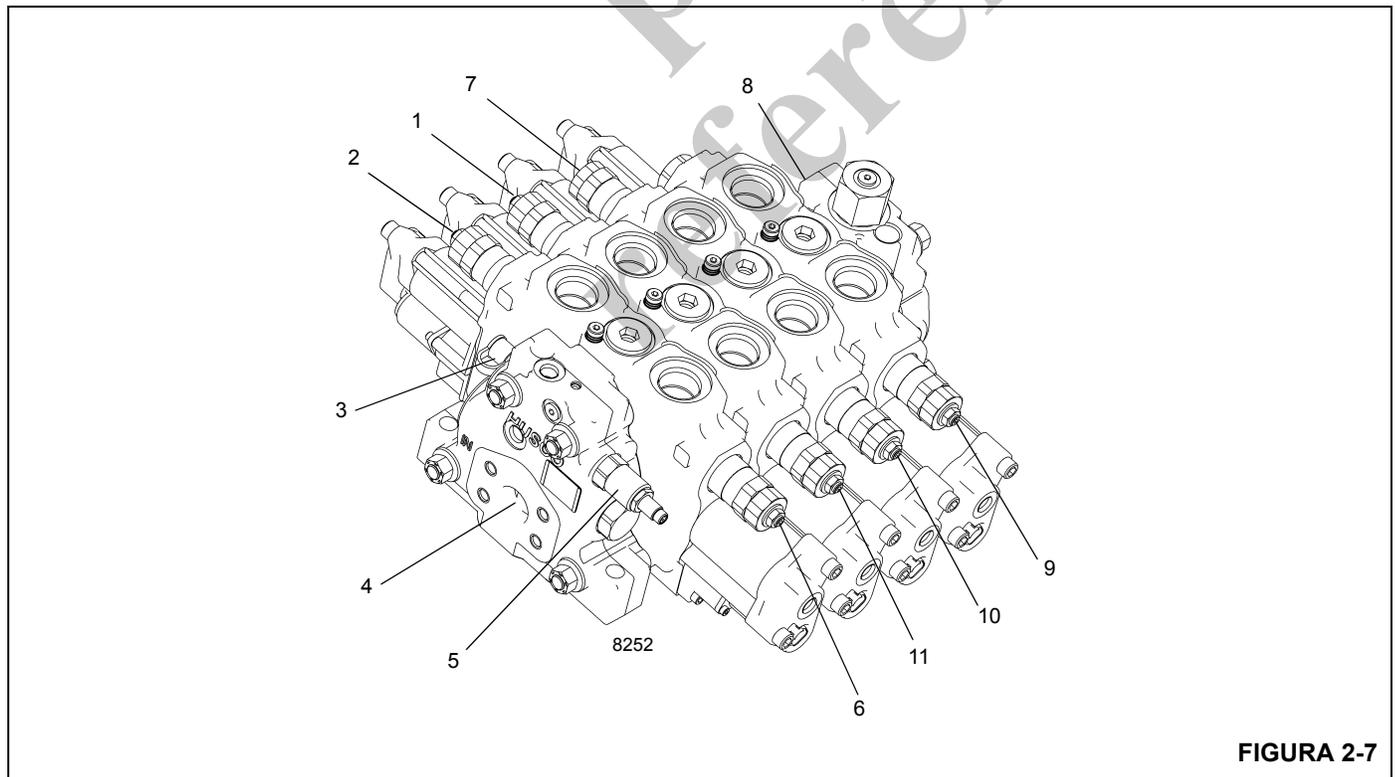

FIGURA 2-7
1. Instale um diagnóstico de verificação de pressão de desconexão rápida com indicador no bico de teste no orifício do indicador da válvula principal de controle direcional Figura 2-7.
4. Instale o diagnóstico de verificação de pressão de desconexão rápida com indicador no bico de teste da entrada de teste de alívio do sensor de carga da válvula de controle direcional principal Figura 2-7.
- Instale um dispositivo de verificação de pressão de desconexão rápida com indicador no bico de teste no orifício de teste do suprimento piloto Figura 2-7.
1. Instale o diagnóstico de verificação de pressão de desconexão rápida com indicador no bico de teste da entrada de teste de alívio do sensor de carga da válvula de controle direcional principal Figura 2-7.